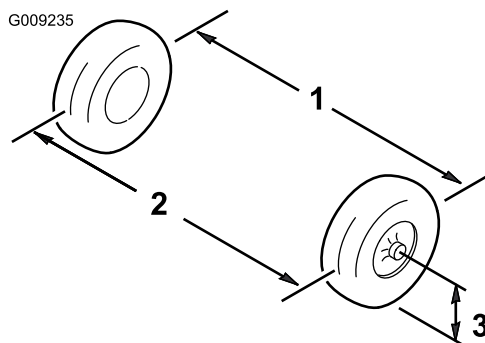

图 47
3. 以轮轴的高度为标准、分别测出两个前轮的轮前距离和轮后距离 (图 47)。